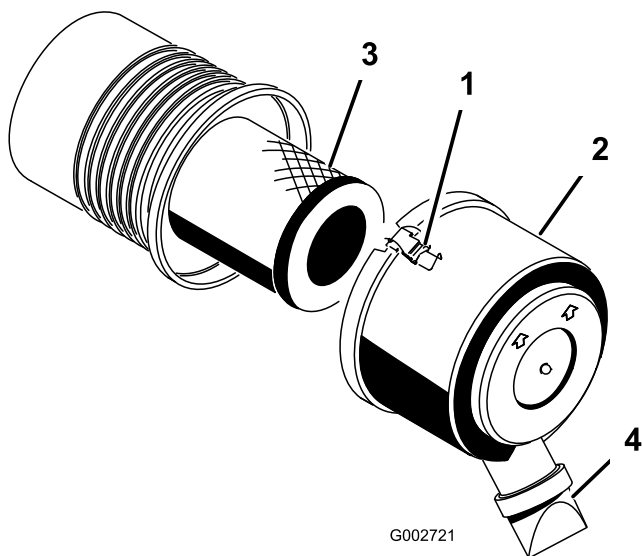

Figure 26
1. Desserrez les fixations qui maintiennent le couvercle sur le corps du filtre à air (Figure 26).